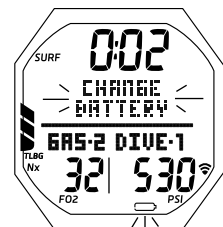

Abb. 1B - ALARM
- Sobald auf den Oberflächenmodus gewechselt wird, blinken das Batteriesymbol (nur Gehäuse ohne internen Balken) und die Anzeige CHANGE BATTERY (Batterie wechseln) für 5 Sekunden (Abb. 1B) und der Betrieb wird auf Uhr mit Kompass (nur Ansicht) umgestellt, bis die Batterie gewechselt wird oder die Spannung für den Betrieb nicht mehr ausreicht. Dann blinkt die Anzeige CHANGE BATTERY (Batterie wechseln), bis die Batterie gewechselt wird oder die Spannung für den weiteren Betrieb nicht mehr ausreicht.
***Die Displaybeleuchtung wird während TECH FREE Tauchgängen nicht deaktiviert, wenn Auto Glo aktiviert (ON) ist.*